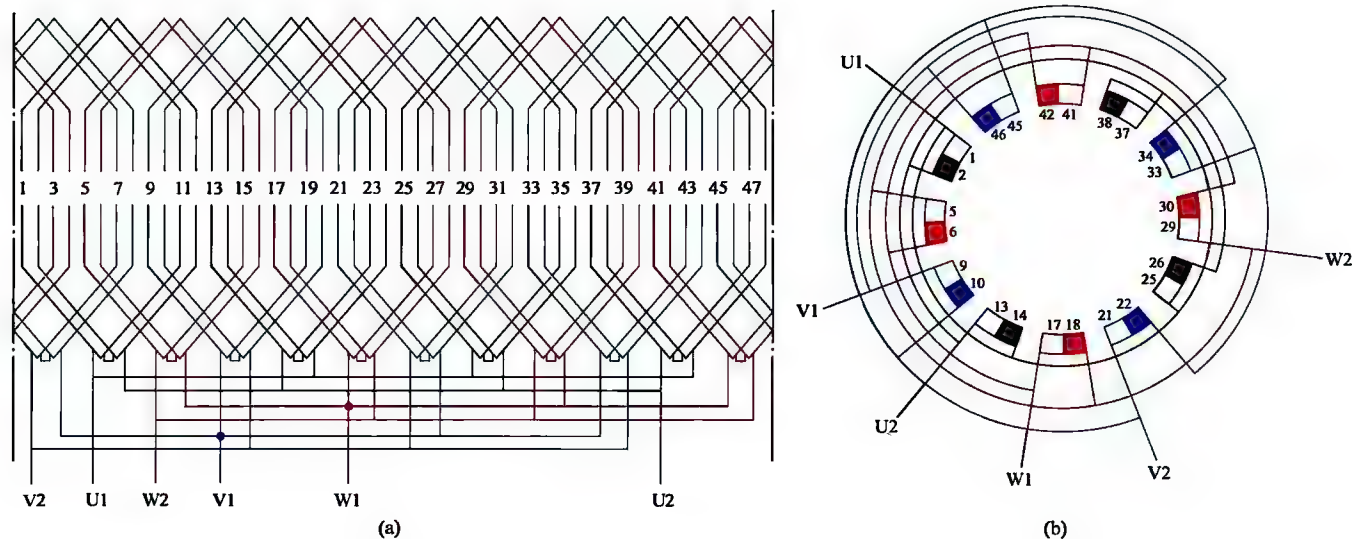

图 1-37 三相 4 极 48 槽单层链式绕组 4 路接法
37. 三相 4 极 48 槽单层链式绕组 4 路接法展开图与接线圆图 (见图 1-37)